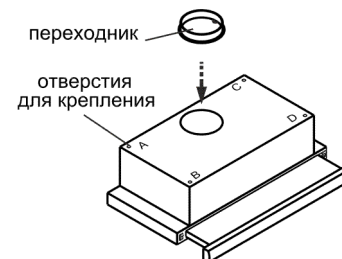
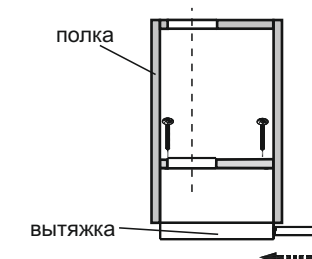

рис. 4
рис. 5
- 6.1 Установите пластиковый переходник и зафиксируйте его защелками (рис. 4).
- 6.3 Крепление кухонной вытяжки к верхней полке над плитой (рис. 4, рис. 5):
- вырежьте дополнительное отверстие в полке шкафа (рис. 5) для воздухопровода при работе в режиме «вытяжки» и для свободного прохождения воздуха при работе в режиме «рециркуляции»;
- выдвижная панель при движении не должна задевать за переднюю панель полки и царапать ее (рис.5).